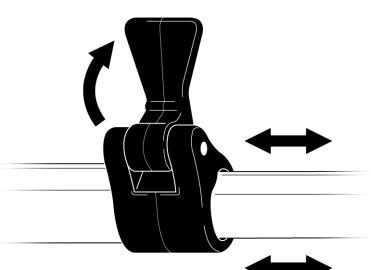

FIGURA 3
1. Libere el seguro de la sección 1 girando la bisagra exterior como se muestra para poder extraer o retraer el tubo telescópico (FIGURA 3).